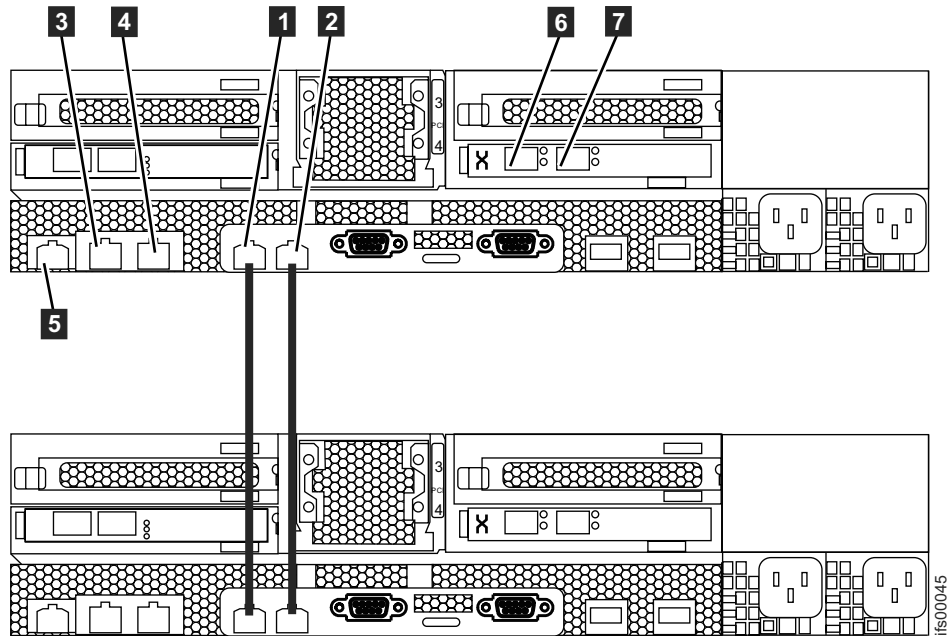

Figure 37. Connexion directes Ethernet du noeud du module de fichiers.
Elle suppose que votre planification initiale a déterminé l'emplacement prévu pour les câbles Ethernet. Le boîtier de commande Storwize V7000 Unified nécessite au moins une et au maximum deux connexions Ethernet 1 Gbps. Voir figure 35, figure 36, à la page 36 et tableau 3, à la page 36. Pour les modules de fichiers, les deux premiers ports Ethernet 1 Gbps libellés **1** et **2** dans la figure 37, à la page 37 sont utilisés pour les communications internes entre les modules de fichiers. Les troisième et quatrième ports Ethernet 1 Gbps sont utilisés (au besoin) pour la gestion et les données. Tous les ports Ethernet 10 Gbps sont réservés aux données. Les opérations de gestion ne peuvent pas être effectuées sur le port Ethernet 10 Gbps. Voir figure 37, à la page 37 et tableau 4, à la page 37.
Dans ce type de situation, modifiez les adresses IP de service sur les nouveaux noeuds avant de connecter les câbles Ethernet. Pour plus de détails, voir figure 37, à la page 37 ou le PDF *Storwize V7000 Unified - Guide d'identification des incidents* sur le DVD pour plus d'informations sur la configuration des adresses IP de service à l'aide d'une clé USB.
- Connectez un câble Ethernet entre le port Ethernet 1 du premier module de fichiers et le premier port Ethernet du second module de fichiers. Pour les emplacements des ports, voir figure 37, à la page 37.
Vous disposez de deux ports Fibre Ethernet 10 Gbps pour les connexions hôte depuis chaque module de fichiers. Les ports se trouvent sur la carte PCI située à l'emplacement 4. Connectez vos câbles réseau aux ports Ethernet de ces emplacements, le cas échéant. Voir figure 37, à la page 37.